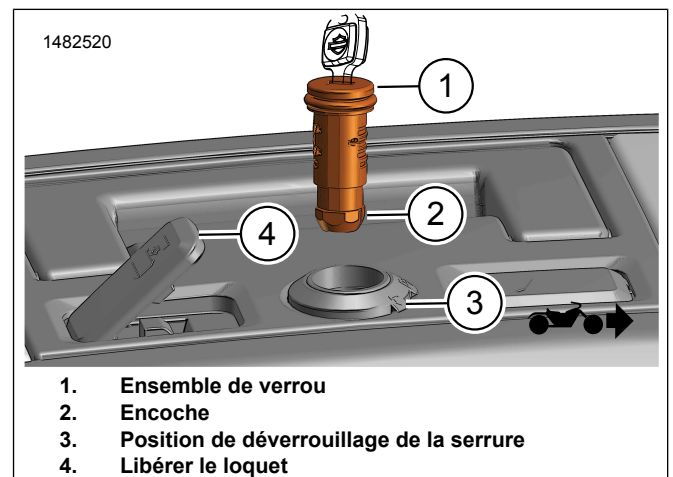
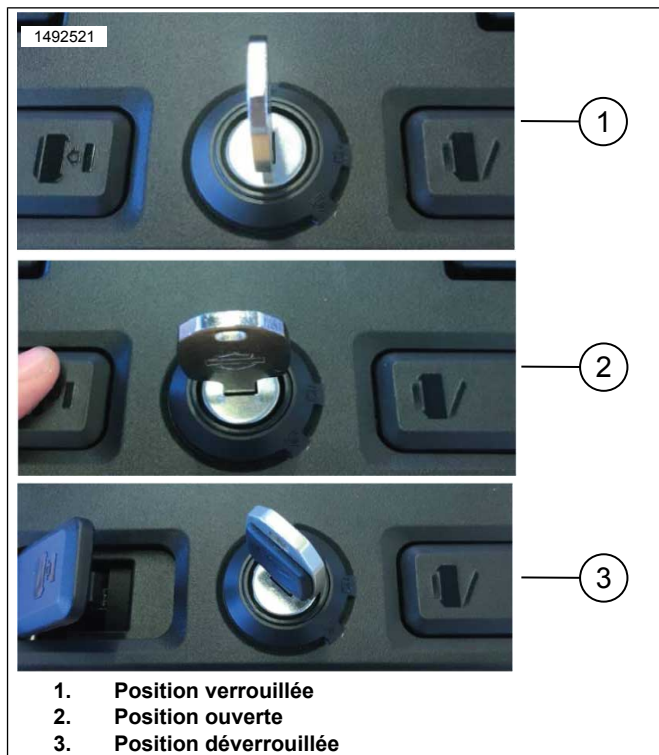

Figure 6. Installer la serrure dans la sacoche
Figure 8. Positions de la serrure
- Figure 6 Une fois la clé insérée, introduisez l'ensemble cylindre dans l'ouverture de la serrure complète sur la sacoche.
- L'encoche (2) sur l'écrou doit être alignée sur la position de verrouillage « ouverte ».
- Figure 6 À l'aide de la clé, tourner dans le sens horaire jusqu'à la position de déverrouillage (3), le loquet de déverrouillage (4) se soulève.
- Figure 6 Retirer le sous-ensemble cylindre de verrouillage et la clé de l'ouverture du verrou sur la sacoche.
- Figure 6 Installer le joint torique (6) sur l'ensemble cylindre (4).
5. Voir la Figure 6. Insérer le cylindre de verrouillage entièrement assemblé dans l'ouverture du verrou sur la sacoche.
- a. L'encoche (2) sur l'écrou doit être alignée sur la position du verrou « position de déverrouillage ».
6. Figure 8 Une fois la serrure installée, la clé peut être retirée en position 1 ou 2.
- b. Figure 8 Le levier du couvercle, à droite du barillet de la serrure, va se relever.